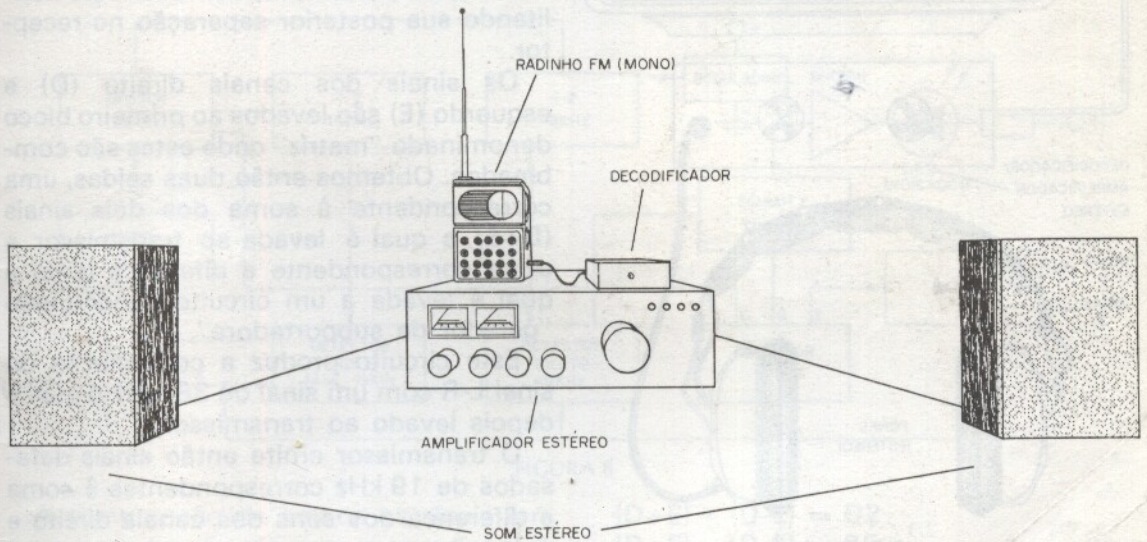

FIGURA 1
- Se o leitor tem um radinho de pilhas FM (evidentemente monofônico) pode usá-lo como sintonizador estereofônico em sua casa, excitando um bom amplificador, conforme sugere a figura 1.